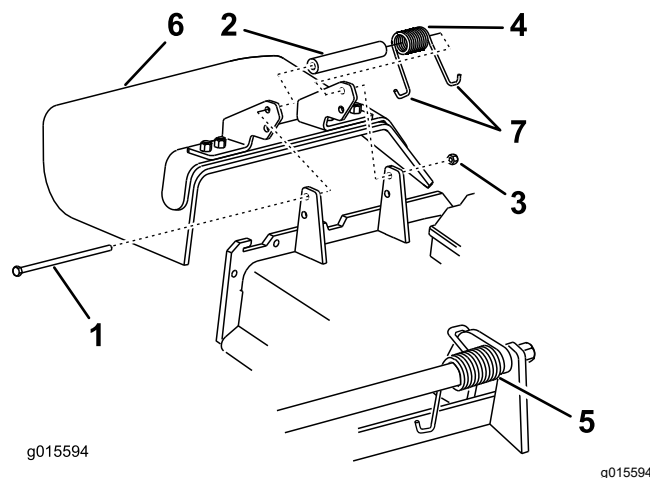

図 87
1. デフレクタをピボットブラケットに固定しているロックナット、ボルト、スプリング、スペーサを外す (図 87)。
注 必ず、スプリングのJフック端の1つをデッキエッジの後ろに引っ掛け、それからボルトを 図 87 のように取り付けてください。
6. J 形端部のひとつをデフレクタに引っ掛ける 図 87。